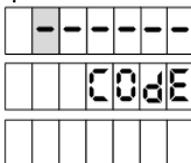

Рисунок 21
8.1 Вход в режим настройки осуществляется при последовательном нажатии кнопок **C** и **→** с паузой между нажатиями не более 3 секунд. Колонка должна находиться в свободном состоянии (все операции связанные с отпуском топлива должны быть завершены). При этом на табло появится приглашение ввести пароль администратора устройства (рисунок 21).